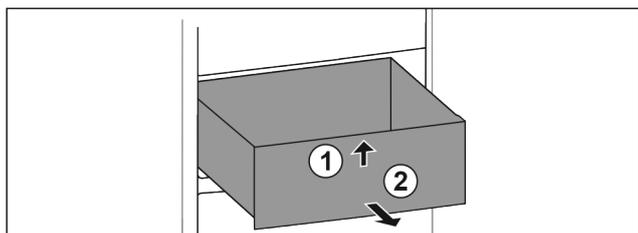

Fig. 98
- ▶ 抬起抽屉前部。 Fig. 98 (1)
- ▶ 朝前取出抽屉。 Fig. 98 (2)